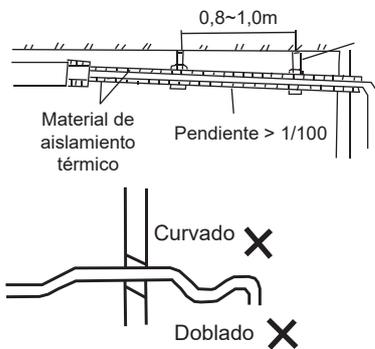

Figura 5.1
4. Para evitar el reflujo del agua hacia el interior del sistema de aire acondicionado cuando se detiene, el tubo de descarga de agua debe tener una pendiente hacia el exterior (lado de drenaje) con una inclinación superior a 1/100. Asegúrese de que el tubo de descarga del agua no se hinche ni acumule agua para que no genere ruidos extraños. Consulte la Figura 5.1.
5. Al conectar los tubos de descarga de agua, no tire de los tubos con fuerza para evitar que las conexiones del tubo de succión de agua se suelten. Al mismo tiempo, establezca puntos de apoyo cada 0,8~1 m para evitar que los tubos de descarga de agua se doblen. Consulte la Figura 5.1.